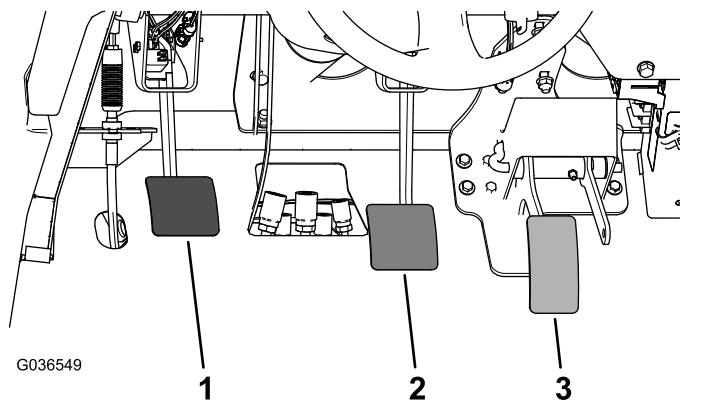

Figura 59
2. Levante o pedal de travão (Figura 59) até que este entre em contacto com a estrutura.
3. Desaperte as porcas de retenção que fixam a culatra ao eixo do cilindro principal (Figura 59).